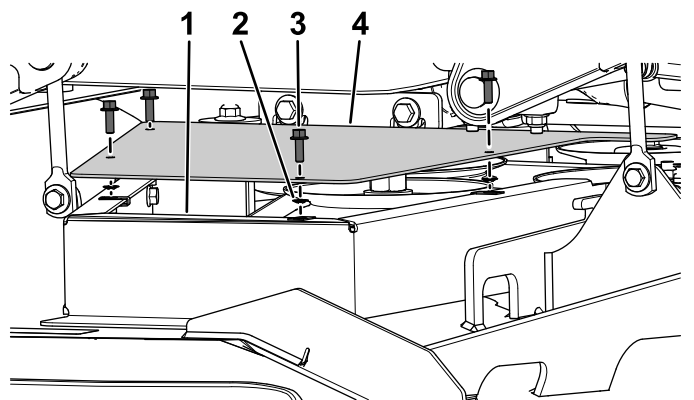

Figura 9
4. Prenda o resguardo da polia esquerda no resguardo de montagem da polia esquerda utilizando os quatro parafusos de cabeça flangeada ( $\frac{1}{4}$  pol. x  $\frac{3}{4}$  pol.) e quatro porcas de pressão (Figura 9).